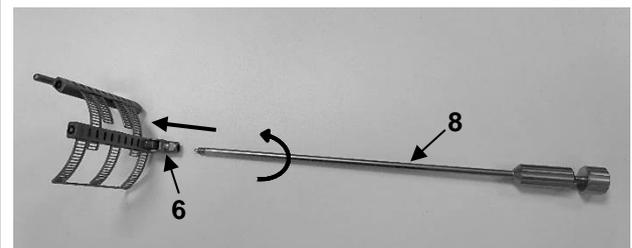

Abb. 7
Um das Treede Maxposition Blatt anzuheben oder abzusenken, muss zunächst die Hakenführung MRN-3 (8) im Uhrzeigersinn in das Gewinde des Gelenks (6) eingeschraubt werden (Abb. 7).